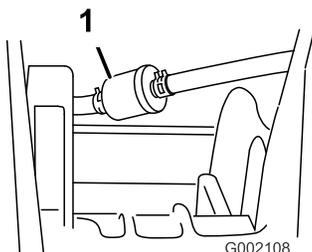

Figura 42
5. Rimuovete i dispositivi di fermo che fissano il filtro del carburante ai tubi di alimentazione (Figura 42).